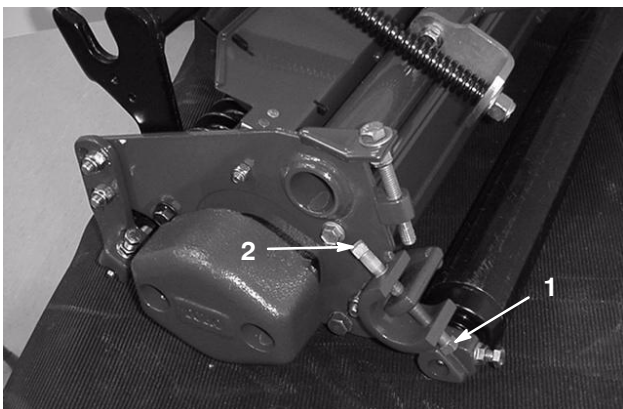

Bild 5
2. Zum Einstellen des Untermessers und der Spindel lösen Sie zuerst die untere Schraube an jeder Seite des Mähwerks (Bild 5). Ziehen Sie dann die obere Einstellschraube an jeder Seite des Mähwerks an. Diese Einstellung verringert den Abstand zwischen dem Untermesser und den Spindelmessern. Stellen Sie so lange ein, bis Sie einen leichten Kontakt an beiden Enden der Spindeln hören.
3. Wenn Sie das Untermesser auf die Spindel eingestellt haben, prüfen Sie, ob die oberen und unteren Einstellschrauben an beiden Enden des Mähwerks fest angezogen sind (Bild 5)